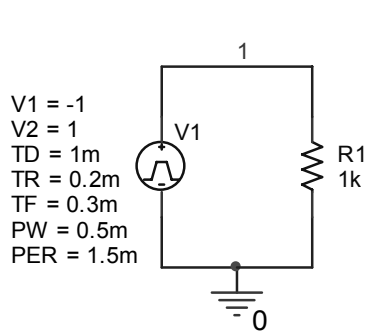

Figura 5.25
2. Creați un nou proiect și desenați schema de test din figura 5.25. V1 este o sursă de tip VPULSE din biblioteca SOURCE.